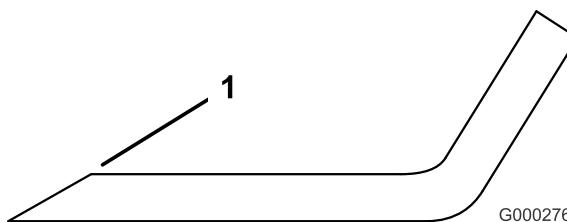

Figura 86
- Utilize uma lima para afiar aresta de corte em ambas as extremidades da lâmina (Figura 86). Mantenha o ângulo original. A lâmina manterá o equilíbrio se for retirada a mesma quantidade de material de ambas as extremidades de corte.